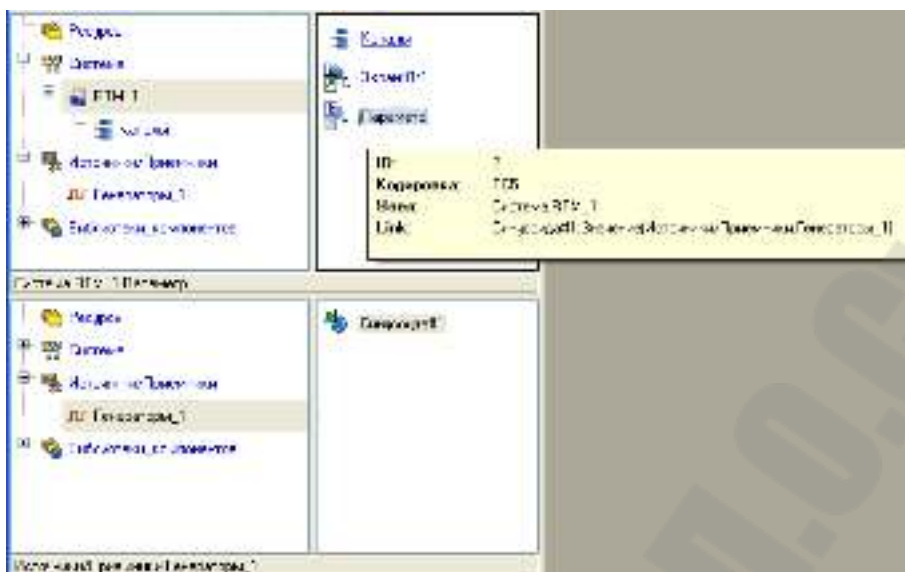

Рисунок 2.22 – Вид окна проекта после привязки генератора к каналу
- перетянем созданный источник на узел **RTM\_1** в слой «Система», а затем, в открывшемся окне компонентов, на канал «Параметр» и отпустим ЛК (рисунок 2.22).